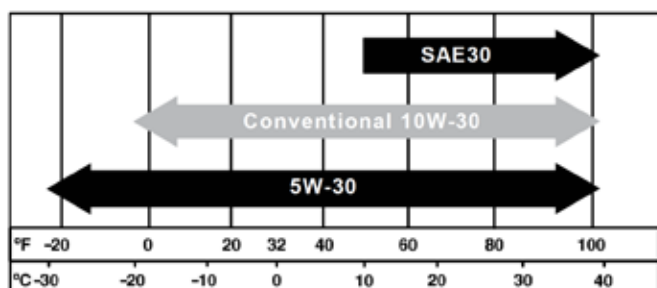

Figura 15 - Aceite recomendado
6. Seleccione el aceite de motor adecuado como se especifica en la Figura 15.